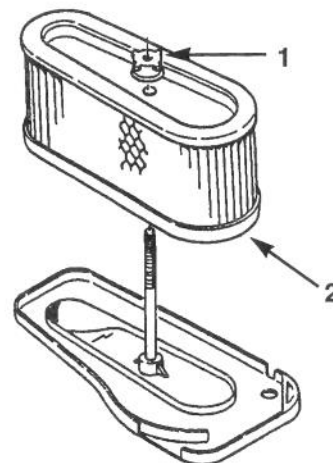

Figure 29
5. Dévisser l'écrou en caoutchouc et déposer l'élément en papier (Fig. 29).
2. Insérer l'ensemble filtre à air sur la longue tige. Visser ensuite l'écrou en caoutchouc à la main contre le filtre à air (Fig. 29).